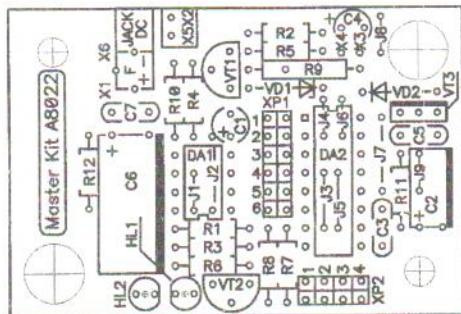

Рис.2 Монтажная схема
- Установите все детали согласно рис.2 в следующей последовательности: сначала проволочные перемычки J1...J9, колодки под DA1, DA2, все малогабаритные, а затем остальные элементы (электролитические конденсаторы C2 и C6 устанавливаются горизонтально). Установите транзистор VT3 на радиатор (в комплект набора не входит). В качестве радиатора можно использовать радиатор с вентилятором от процессора семейства Pentium. Маркировка на печатной плате соответствует установке транзисторов типа KT818, KT837, KT835 и подобных. Транзисторы типа KT851, KT853, KT852 и KT855 устанавливаются зеркально относительно нанесенной маркировки.